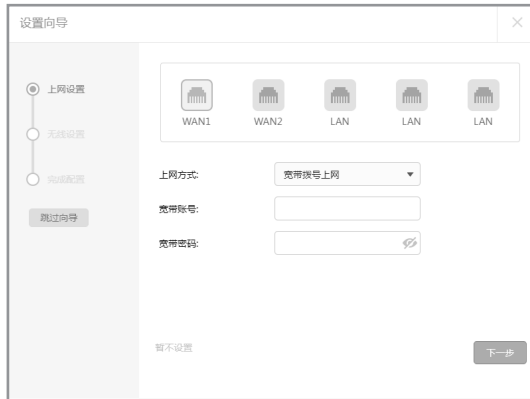

图4-3 上网方式--宽带拨号
1) 如果上网方式为宽带拨号上网, 即ADSL虚拟拨号方式, 则需要填写网络服务商提供的上网账号和密码, 如图4-3所示。